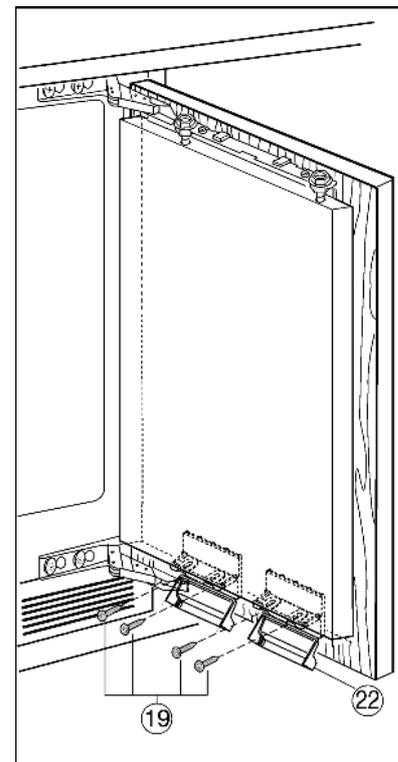

Fig. 17
- ▶ Abbassare i flap degli angolari di fissaggio Fig. 17 (22).
- ▶ Avvitare la porta dell'apparecchio con le viti Fig. 17 (19) attraverso l'angolare di fissaggio Fig. 17 (22).